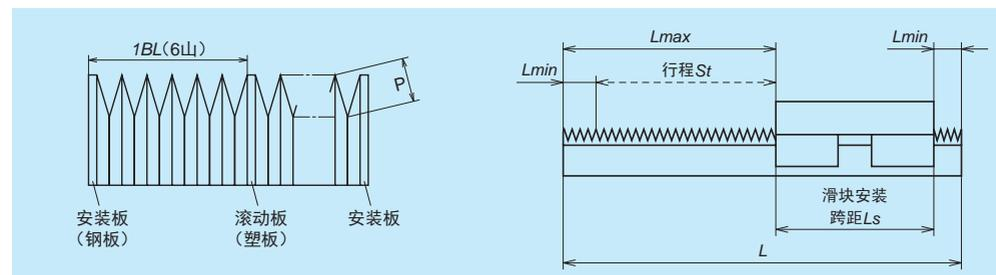

图 7.10
- 如图 7.10 所示，波纹套管由六个折合形成 1 段(BL)。由该 BL 的整倍数确定行程。